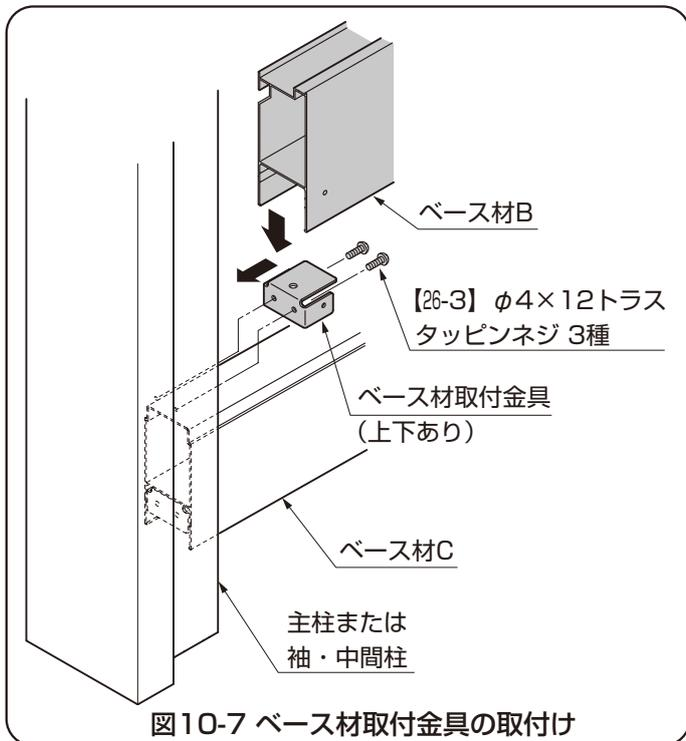

図10-7 ベース材取付金具の取付け
- ①ベース材Cの上にベース材取付金具を【26-3】で主柱または袖・中間柱に取付けてください。(図10-7参照)
- ②ベース材Bを【26-3】でベース材取付金具に取付けてください。